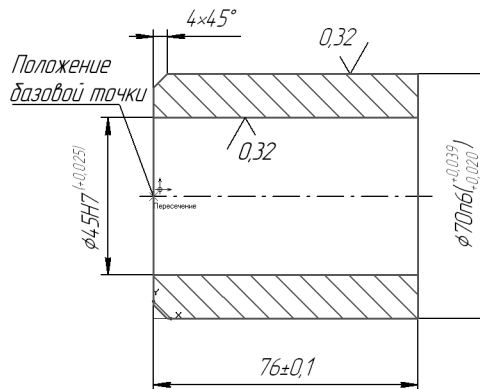

Рис. 53.7. Указание базовой точки
- 10.7. В ответ на запрос системы поместите курсор в точку пересечения осевой линии *Втулки* с ее левым торцем и после срабатывания глобальной привязки **Пересечение** щелкните мышью (рис. 53.7).